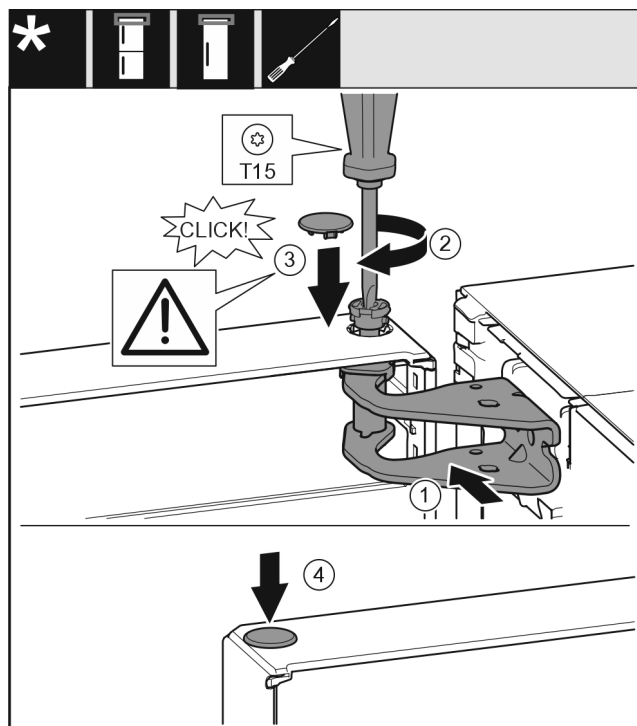

Fig. 19
- ▶ Выровняйте дверь вверх по отверстию в опорном кронштейне. Fig. 19 (1)
- ▶ Вставьте палец и затяните отверткой T15. Fig. 19 (2)
- ▶ Установите предохранительную крышку для защиты двери: Вставьте предохранительную крышку и проверьте, прилегает ли она к двери. В ином случае вставьте палец полностью. Fig. 19 (3)
- ▶ Вставьте заглушку. Fig. 19 (4)